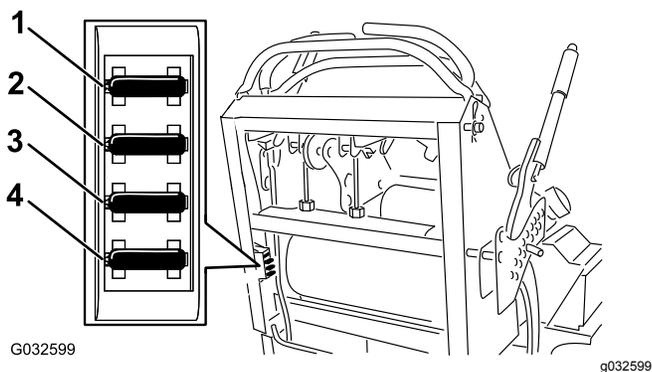

Рисунок 53
4. Выньте предохранитель и замените его (Рисунок 53).